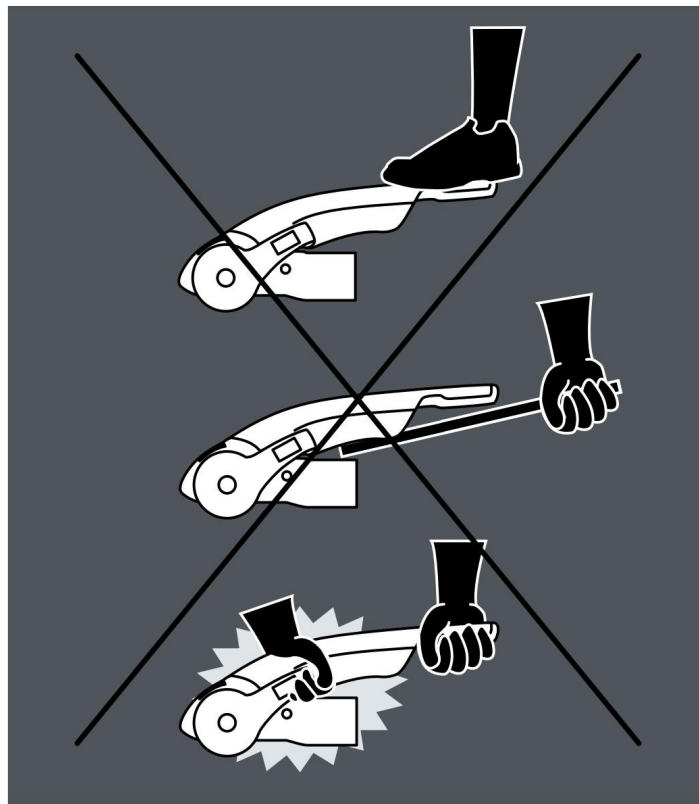

Fig 11 Come NON azionare la leva stabilizzatrice
2. Premere verso il basso la leva stabilizzatrice solo con la forza della mano. NON utilizzare il piede o una barra di prolunga, ciò danneggerà i componenti (Fig 11).
3. Quando si apre o si chiude la leva dello stabilizzatore, per favore assicuratevi che la vostra mano non tocchi la maniglia di accoppiamento: potreste intrappolarvi accidentalmente le dita (Fig 11).